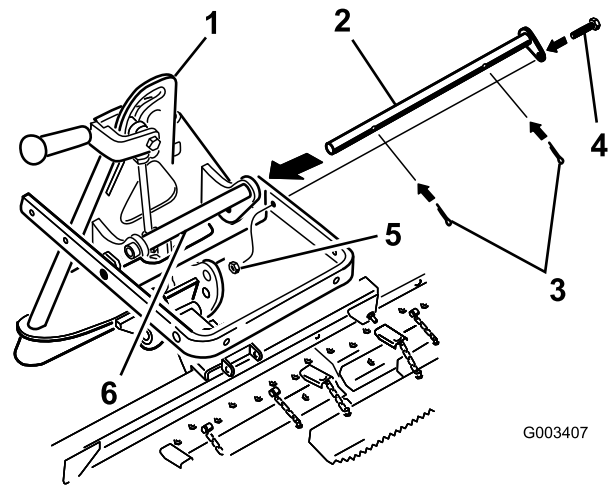
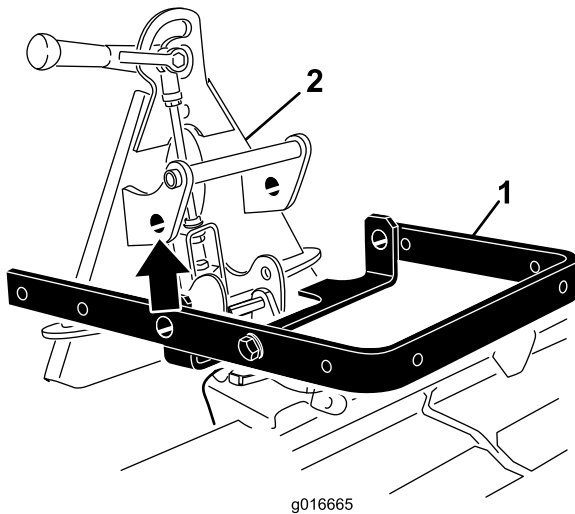

Figura 5
Figura 4
3. Fije la barra de giro con 2 pasadores de horquilla y un perno (3/8 x 1-1/4 pulgadas) (Figura 5).
2. Alinee el brazo de elevación con el soporte del adaptador de accesorios (Figura 4) y conéctelos usando la barra de giro, según se muestra en Figura 5.
Nota: Para desplazar el adaptador de accesorios, utilice el asa de la parte trasera del adaptador (Figura 4).